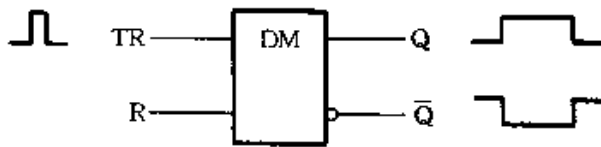

图 2-361
③ 单稳态触发器电路符号见图 2-361, TR 为触发端, R 为清零端, Q 和 \bar{Q} 为输出端。在单稳态触发器 TR 端输入一个触